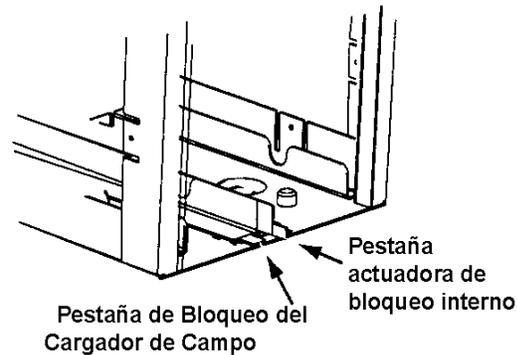

Figura 16. Pestaña Bloqueadora
10. Reinstale el Cargador de Campo asegurándolo en su lugar doblando la pestaña de bloqueo en el gabinete. Véase **Figura 16**.
9. Reinstale el Cargador de Campo asegurándolo en su lugar doblando la pestaña de bloqueo en el gabinete. Véase **Figura 16**.
- 11.Reinstale el Cargador de Campo asegurándolo en su lugar doblando la pestaña de bloqueo en el gabinete. Véase **Figura 16**.